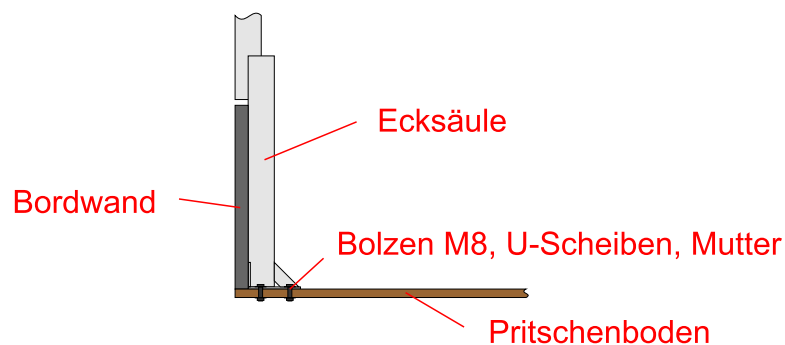

Bild 2
2. Bohrungen (d= 9 mm) am Pritschenboden vornehmen, Fußplatten der Ecksäulen mittels Bolzen M8, U-Scheiben und Muttern am Boden befestigen (Bild 2).